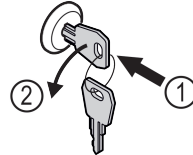

Fig. 184
- ▶ 按入钥匙。 Fig. 184 (1)
- ▶ 将钥匙逆时针转动 90°。 Fig. 184 (2)